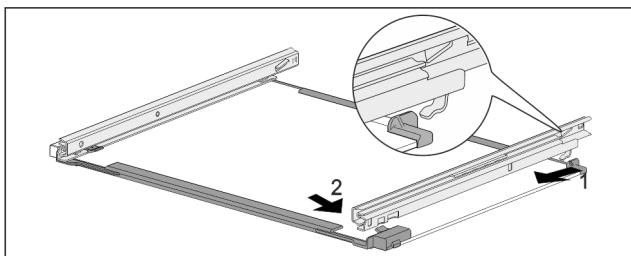

Fig. 181 Sklenená doska s koľajničkami
- ▶ Zaháknite koľajničku vzadu. Fig. 181 (1)
- ▶ Zaklapnite koľajničku vpred. Fig. 181 (2)